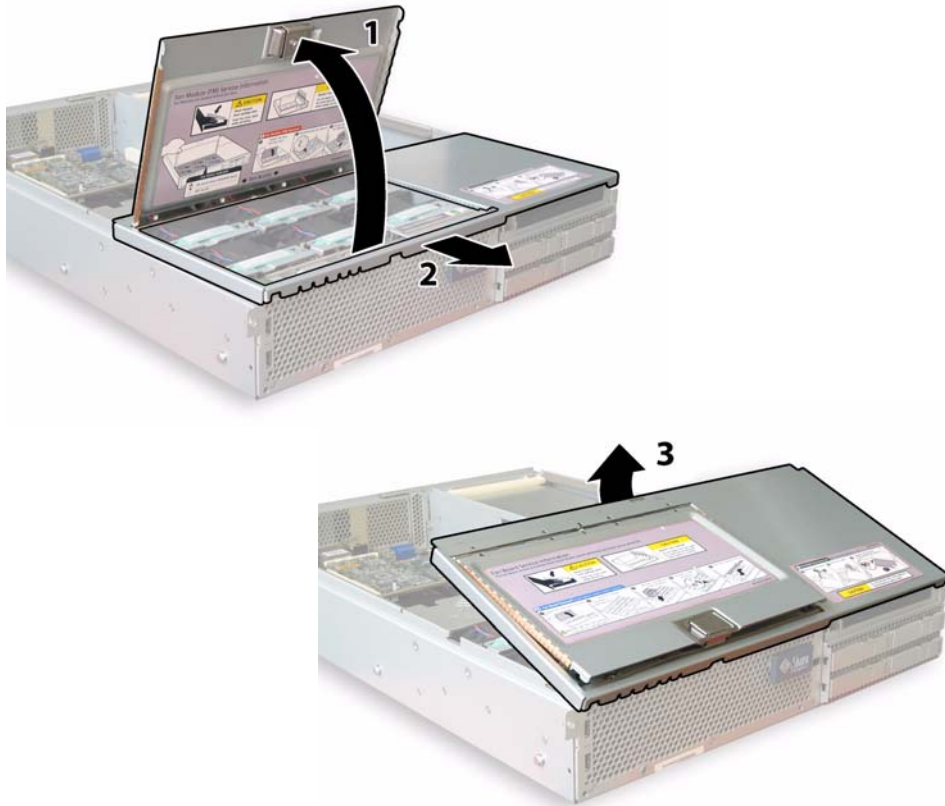

ABBILDUNG 4-4 Abnehmen der Frontabdeckung
1. Öffnen Sie die Klappe des Lüfterschachts. Siehe ABBILDUNG 4-4.